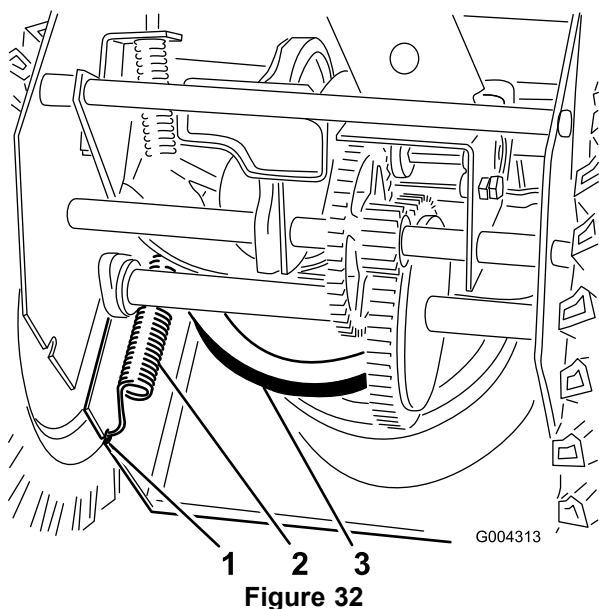

Figure 32
7. Décrochez le ressort de l'encoche dans le bord inférieur du panneau latéral (Figure 32).
13. Raccrochez le ressort dans l'encoche du bord inférieur du panneau latéral (Figure 32).